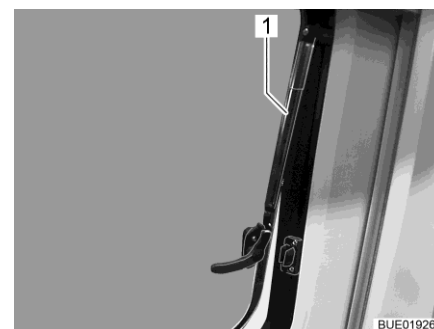

Fig. 22 Fenêtre projetante avec bras automatique
- Ouvrir la fenêtre projetante jusqu'à la position d'ouverture désirée. Faire s'enclencher la fenêtre projetante avec bras automatique (Fig. 22,1).